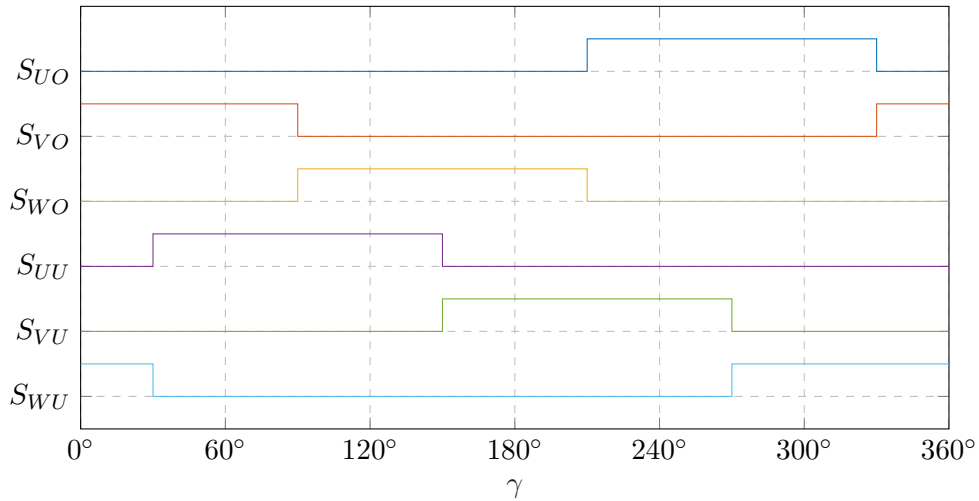

Abbildung 2.4: Ansteuersignale im Linkslauf
c) Für den Linkslauf des BLDCs sollen jetzt die Ansteuersignale geändert werden. Damit der Motor in den Linkslauf wechselt, müssen jeweils die Steuersignale zweier Transistoren eines Strangs miteinander getauscht werden: $S_{VO} + S_{UU}$, $S_{VO} + S_{VU}$ und $S_{WO} + S_{WU}$. Dieser Tausch ist in Abbildung 2.4 nachzuvollziehen.